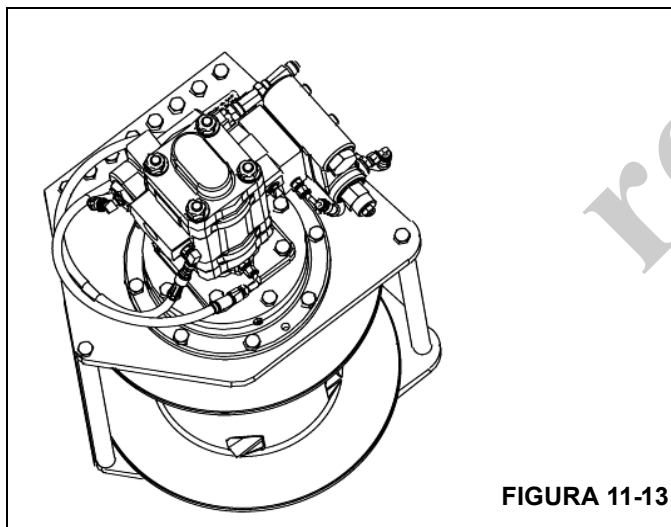

FIGURA 11-13
1. Coloque o guincho em pé, sobre sua extremidade, com o motor voltado para cima. Coloque calços sob a placa lateral, de forma que o guincho não fique apoiado no eixo (Figura 11-13).
2. Inspeccione o tambor do cabo (5) quanto à sua integridade estrutural e substitua-o se necessário.
3. Conecte o eixo (32) à placa lateral (29) usando os seis parafusos com cabeça (3). Verifique se a entrada de ar (30) está orientada adequadamente. Aperte os parafusos com os valores de torque recomendados; consulte *Elementos de fixação e valores de torque na página 1-15*.
4. Instale o anel de trava (48) no eixo (32).
5. Assente a unidade com as hastes (2) voltadas para cima. Sustente a placa lateral (29) com calços (Figura 11-13) de forma que o guincho não se apoie no eixo (32).
6. Ajuste o tambor do cabo (5) sobre o eixo (32) e assente o tambor no rolamento (28). Tenha cuidado para não danificar a vedação (306).
7. Instale o conjunto de engrenagens planetárias de saída (4).
8. Instale a engrenagem solar de saída (16) no conjunto de engrenagens planetárias de saída.
9. Instale a arruela de encosto (6) no conjunto de engrenagens planetárias de saída.
10. Instale o conjunto de engrenagens planetárias de entrada (36) no tambor. Verifique se ele se encaixa sobre a engrenagem solar de saída (16).
11. Instale a engrenagem solar de entrada (8) e a arruela de encosto (6) no conjunto de engrenagens planetárias de entrada.
12. Instale a arruela de encosto (6) no conjunto de engrenagens planetárias de entrada.
13. Instale um novo anel de vedação (304) e, se necessário, o rolamento (28) e a vedação (306) no transportador do rolamento (26). Lubrifique com graxa o anel de vedação e a vedação e instale o transportador do rolamento no tambor.
14. Posicione a placa lateral (1) sobre o tambor do cabo nas hastes (43). Fixe a placa lateral com os três parafusos (2). Aperte os parafusos com torque de 109 a 122 Nm (80 a 90 lb-pé).
15. Instale o subconjunto do freio dentro da placa lateral (1). Verifique se o piloto da carcaça do freio está alinhado com o furo no rolamento e se os furos dos parafusos do motor e da ventilação estão orientados corretamente. Instale os oito parafusos (2). Aperte os parafusos uniformemente com torque de 109 a 122 Nm (80 a 90 lb-pé).